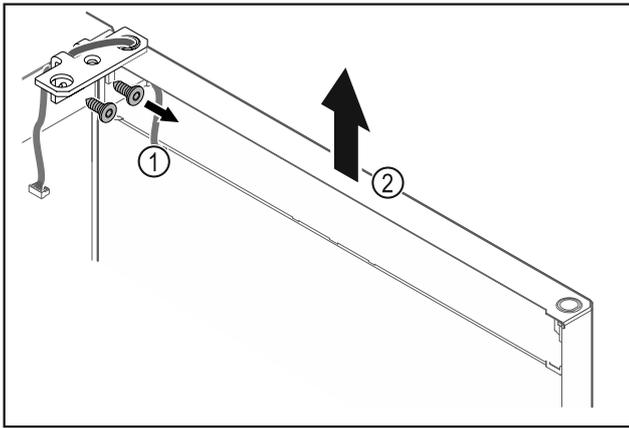

Fig. 23
- ▶ Развинтете ъгъла на пантата Fig. 23 (1).
- ▶ Повдигнете вратата заедно с ъгъла на пантата Fig. 23 (2) приблизително 200 mm право нагоре и я свалете.